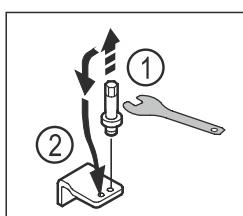

Fig. 13
- Выкрутите болт на нижнем опорном кронштейне при помощи ключа с наружным шестигранником SW5. Fig. 13 (1)
► Установите болт на противоположной стороне. Fig. 13 (2)